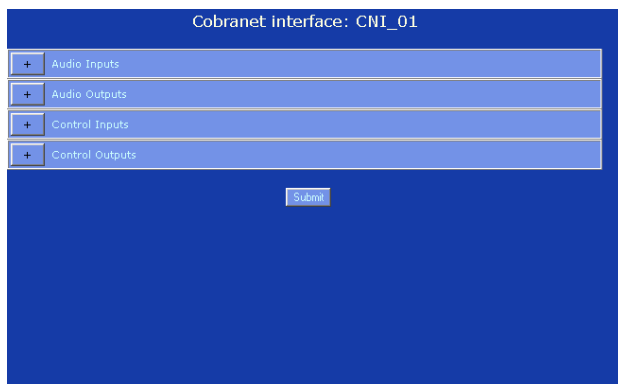

figura 32.29: Configurazione interfaccia CobraNet, passaggio 2
- Fare clic sul nome dell'interfaccia CobraNet che deve essere configurata. Appare una schermata simile a quella in figura 32.29 nella cornice principale dell'interfaccia web.